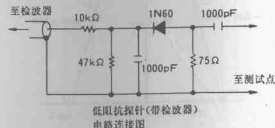

图2
③ 扫描输出电平: 80 dB;
- ④ 连接响应引线(示波器的低阻抗探针)于 Q 201 的集电极(1F 装置), 如图 2 所示;